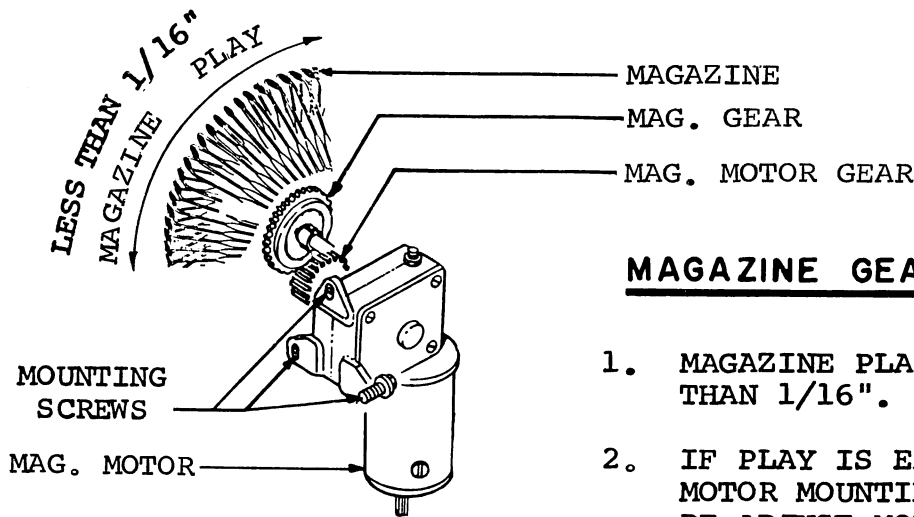

FIG. 1
1. MAGAZINE PLAY MUST BE LESS THAN 1/16". SEE FIG. 1.